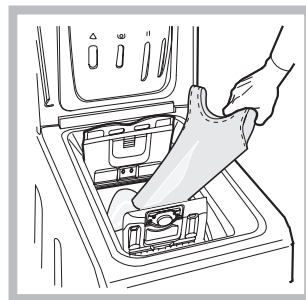
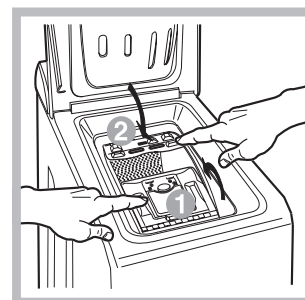

рис. 3
рис. 4
C) ЗАГРУЗКА СТИРАЛЬНОЙ МАШИНЫ (рис. 3).**D) ЗАКРЫВАНИЕ (рис. 4):**